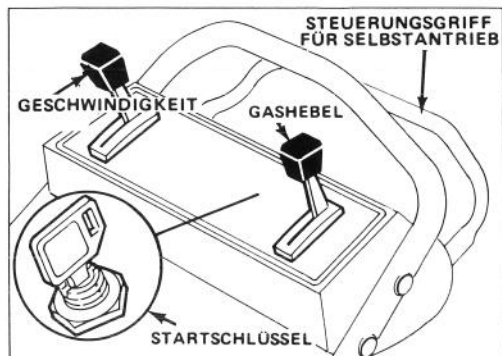

Bild 10
1. **STEURVORRICHTUNG** – Startschlüssel (Elektrostart - Modell), Gashebel, Geschwindigkeitshebel und Antriebshebel befinden sich am oberen Griff (Bild 10). Seilstarter befindet sich am Motoroberteil.
2. Hochspannungsdraht auf Zündkerze schieben und bei Modellen mit Selbstantrieb den geschwindigkeitshebel auf "N" einstellen (Bild 10).
4. **STARTEN MIT E-START** – Gashebel (Bild 10) auf Choke stellen. Startschlüssel (Bild 10) auf START drehen und bei Anlaufbeginn des Motors loslassen. Gashebel wunschgemäß einstellen.
6. **STOPPEN** (Bild 10) – Zum Stoppen des Fahrbetriebs den Antriebshebel loslassen. Bei Selbstantriebsmodellen den Geschwindigkeitshebel auf "N" stellen. Zum Stoppen des Motors den Gashebel auf OFF (AUS) stellen. Schlüssel aus dem Schalter entfernen bzw. Draht von Zündkerze ziehen, wenn der Mäher unbeaufsichtigt oder nicht in Gebrauch ist.